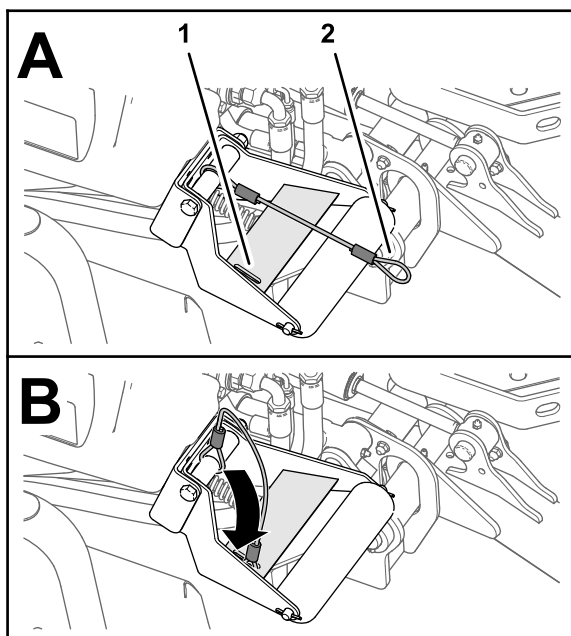

Figura 41
4. Cu unitățile de tăiere coborâte, glisați buclă de curea în fanta din placa de ranforsare a suportului rolei (Figura 41).